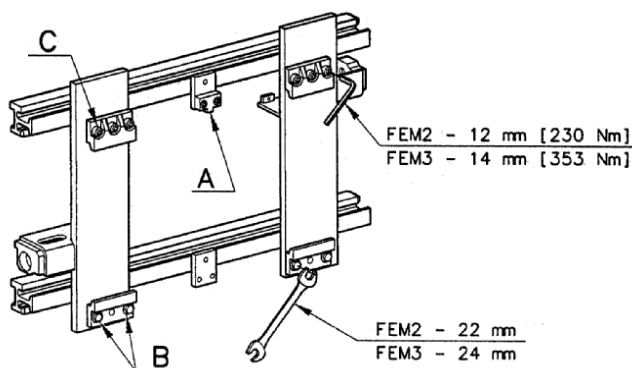

Fig.01
1.4 Agganciare la pinza, arrivando con il carrello a contatto con la pinza, a piastra porta forche tutta abbassata e avendo cura di posizionare la stessa al centro della pinza; sollevare lentamente la piastra e inserire il dente di ancoraggio (**Fig.01**) nella tacca centrale superiore della piastra porta forche del carrello elevatore. Montare i ganci inferiori e bloccare le viti con coppia di: